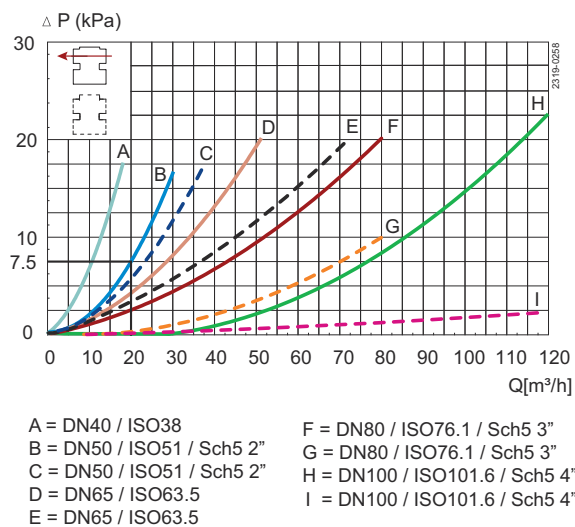

図1. 圧力損失/流量線図 - 上側ボディ。
- 図 1 から、 $\Delta p = 7.5 \text{ kPa}$ （ボディ上側を通る。）